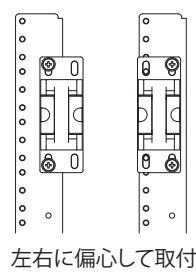

図 3
2. 取付台は用途に合わせて左右に偏心させて上下2か所に締め付けてください。(図3)